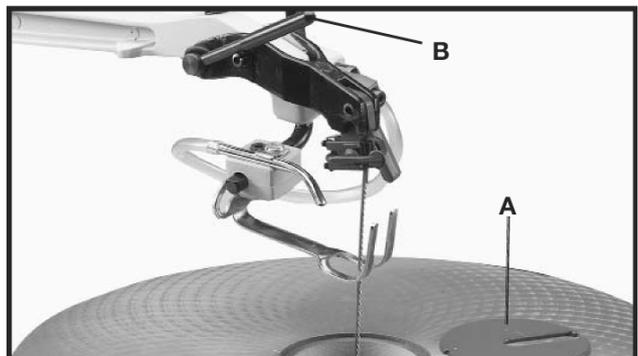

Fig. 21
2. Retire o inserto da bancada (A) Fig. 21, e libere a tensão da lâmina, puxando a alavanca de tensão (B), conforme aparece na figura.